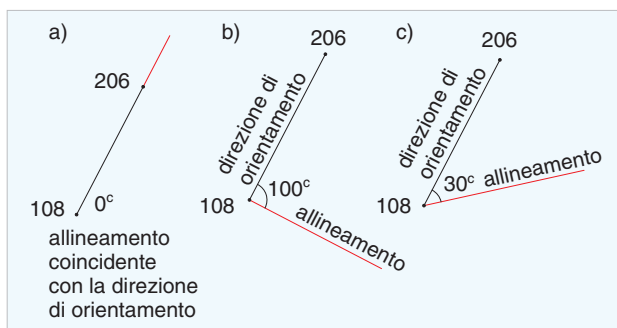

FIGURA 11b
- Il campo 4 contiene l'*angolo di correzione*, cioè l'angolo che l'allineamento forma con la **direzione di orientamento**. Esso è posto uguale a 0 quando l'allineamento è *coincidente* con la direzione di orientamento; altrimenti avrà un certo valore, positivo se l'angolo è orario, come negli esempi sotto riportati e riferiti alla ►FIGURA 11b.
4|108|206|0|*S*| (caso a di ►FIGURA 11b)
4|108|206|100|*S*| (caso b di ►FIGURA 11b)